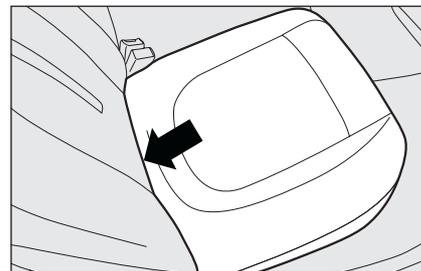

fig. 88
- ribaltare in avanti il cuscino desiderato **fig. 88** agendo nel punto indicato dalla freccia;